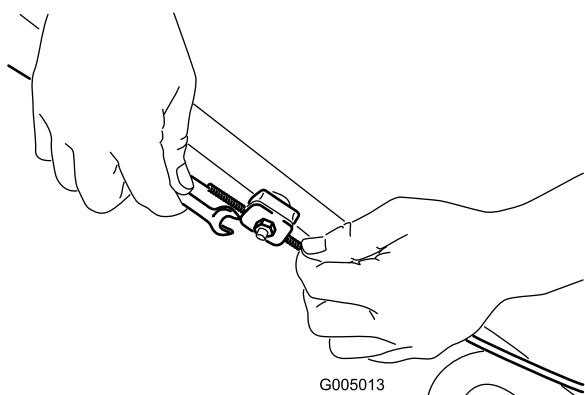

Рисунок 23
1. Ослабьте гайку держателя троса (Рисунок 23).